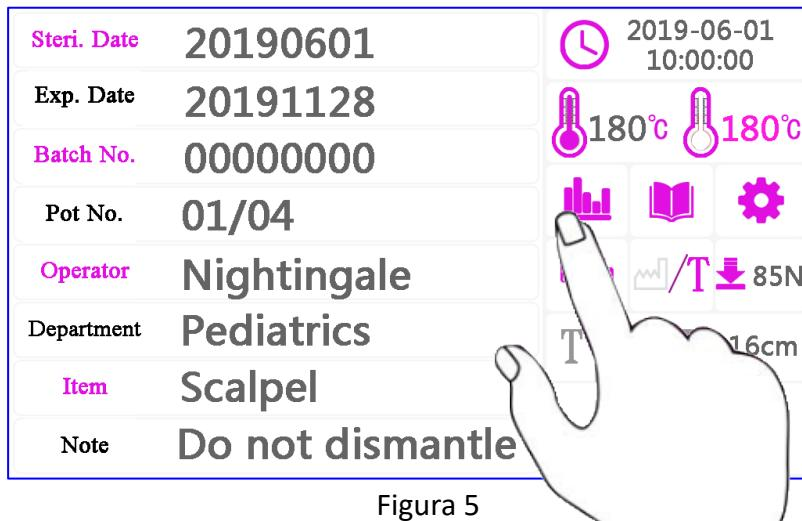

Figura 5
2. Pantalla táctil: el dispositivo utiliza una pantalla táctil capacitiva multipunto para tocar la superficie de la pantalla y mostrar el contenido para operar el dispositivo. Mantenga presionado el elemento seleccionado con el dedo (consulte la Figura 5)